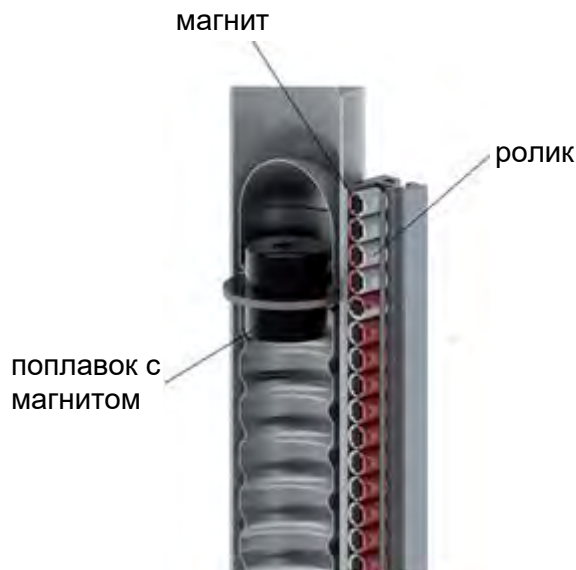

Рисунок 3 Принцип работы магнитного указателя уровня
3.1.6 Магнитный роликовый указатель и преобразователь уровня монтируются и настраиваются на заводе-изготовителе и дополнительной настройки после монтажа не требуют. Выходной сигнал и индикация (при её наличии) преобразователя уровня соответствует 0% и 100% от уровня жидкости, которые отсчитываются от положения магнитной системы внутри поплавка. (см. рис.3).